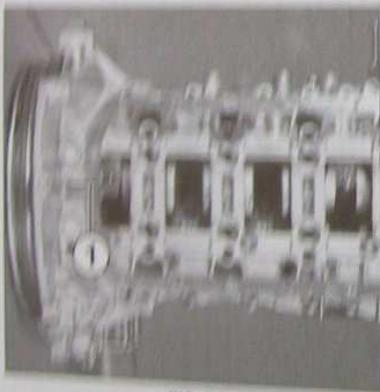

FIG. 8
- 4. Insérer le jeu de blocage (Ø 12 mm) (1) du volant moteur (voir réf. (-) 9194.C) (Fig. 8).